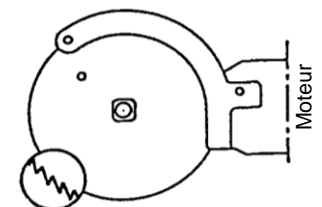

Fig. 7.3 – Direction des dents de lame
- 1) Placer la lame de scie utilisable sur la fixation carrée ; les dents doivent être orientées vers le moteur sur la face inférieure, voir fig. 7.3.
- 2) Insérer la goupille de retenue (A) dans l'alésage de la lame de scie (H) et faire tourner avec la lame de scie contre le capot de protection (T). Placer la clé à fourche (G) sur l'écrou de serrage hexagonal (M) et la serrer dans le sens indiqué (couple de serrage : 50 Nm). Ne pas forcer l'écrou de serrage hexagonal.